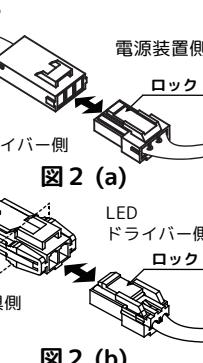

図 2 (b)
コネクターを接続して確実に結線します(図2(a))
7. 器具とLED調光ドライバーを結線する(図2(b))